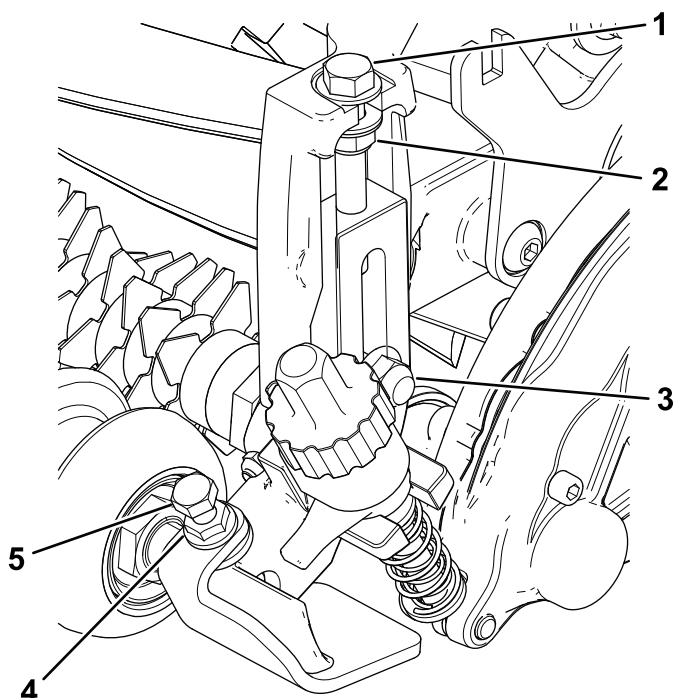

Figura 13
dell'altezza di taglio alle piastre laterali (Figura 13).
6. Serrate il dado di bloccaggio sul bullone di regolazione dell'altezza di taglio, quindi allentate il dado di bloccaggio di 1/2 giro (Figura 13).
7. Centrate il rullo anteriore tra i gruppi della staffa dell'altezza di taglio e bloccatelo in posizione con le viti a testa cilindrica e i dadi flangiati (Figura 13).